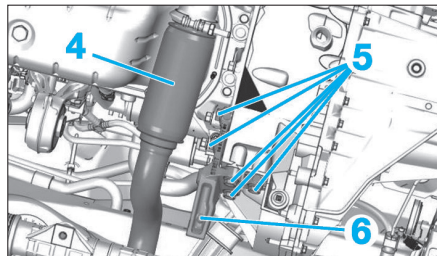
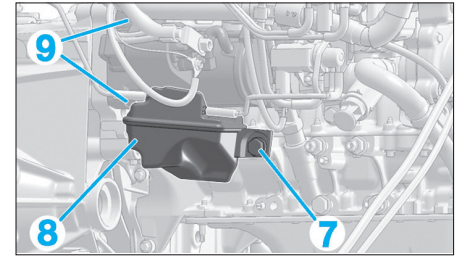

Fig. 4
Fig. 5
- le flexible d'échappement (4) (Fig.4),
- les vis (5),
- l'impacteur (6),
- la vis (7) (Fig.5).
- Écarter la réserve de vide (8).
- les vis de démarreur (9),